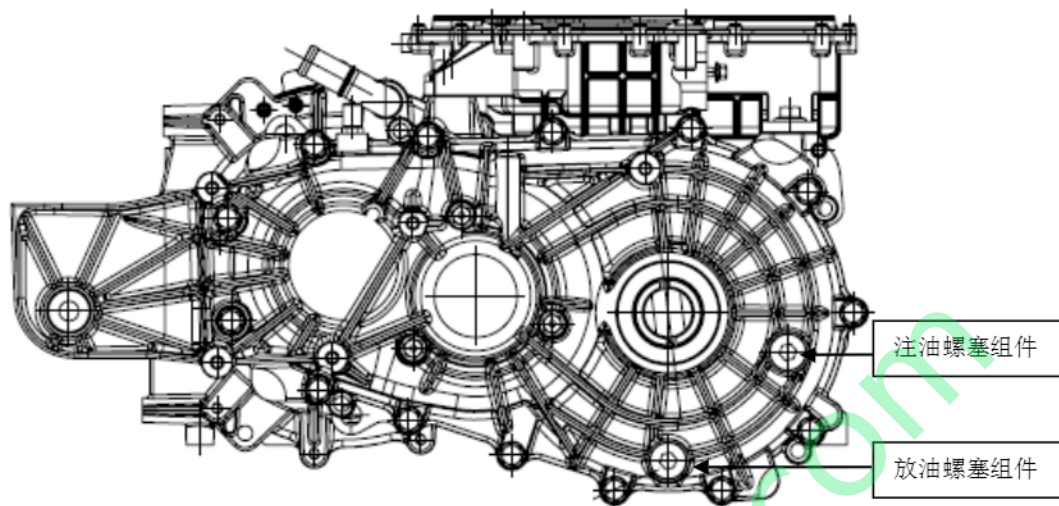

图 5.11-1 放油螺塞组件
1) 将驱电动总成从整车上拆卸下来之前，需将齿轮油排出。用扭矩扳手（H10）打开放油螺塞组件(如图5.11-1)，将变速箱体内的润滑油排放干净，再带上放油螺塞组件，防止在拆卸过程中，异物掉入变速箱腔体内。